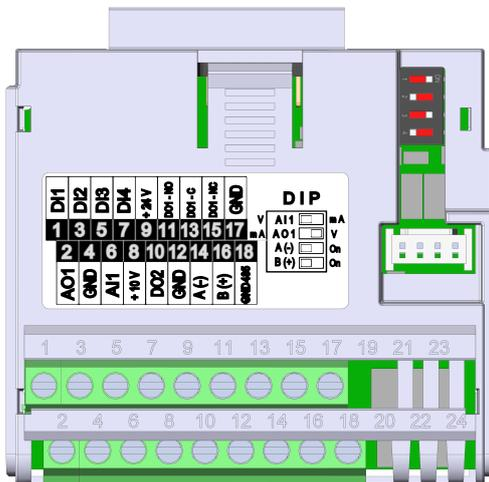

Figura 19.1: Módulo Plug-in MW500-IOS
El módulo plug-in MW500-IOS posee solamente la interfaz Serial (1) a través de la puerta RS-485 en los bornes 14 (A-) y 16 (B+), vea la Figura 19.1 en la página 19-1. Vea también, el GND485 en el terminal 18 está aislado del GND en los terminales 17 y 4.